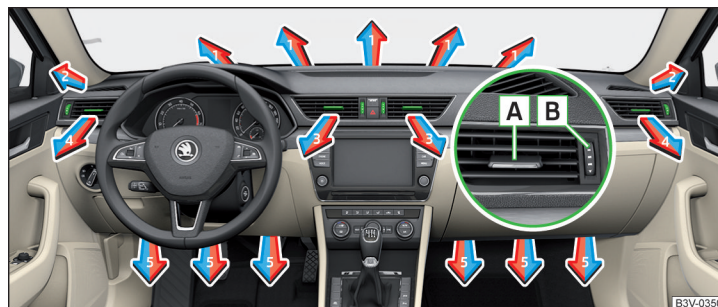
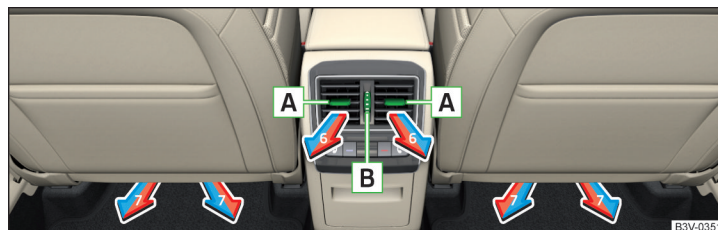

Fig. 146 Fantele de ventilație față
Fig. 147 Fantele de ventilație spate
La fantele de ventilație **3, 4** » fig. 146 și **6** » fig. 147 se poate modifica direcția curentului de aer, iar duzele se pot închide și deschide și individual.
Reglarea sensului de curgere a aerului are loc prin deplasarea servoelementului **A** » fig. 146 resp. » fig. 147 în direcția dorită.
- » Pentru **deschidere** rotiți regulatorul **B** » fig. 146 resp. » fig. 147 în sus.
- » Pentru **închidere** rotiți regulatorul **B** » fig. 146 resp. » fig. 147 în jos.
Setarea direcției fantei de ventilație	Fante de ventilație » fig. 146 și » fig. 147